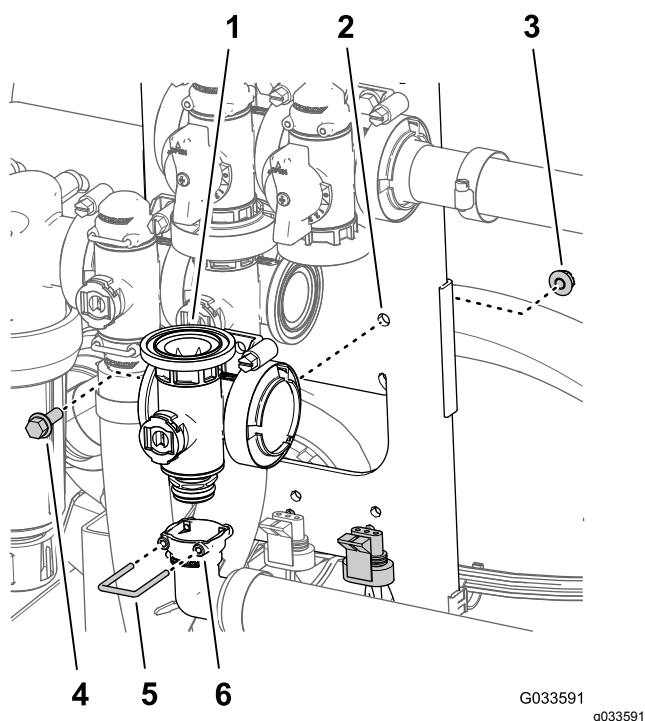

Рисунок 127
нижней части коллектора главного клапана стрелы (Рисунок 127).
6. Закрепите выпускной штуцер на штуцере муфты, вставив держатель в гнездо выпускного штуцера (Рисунок 127).